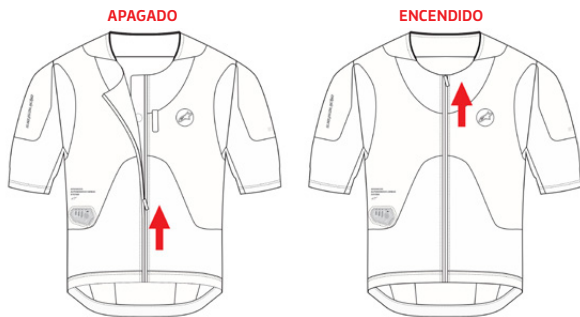

Figura 8: El Sistema se Enciende cuando la Cremallera de Activación (2) se Cierra
Para utilizar el Sistema, el Usuario simplemente debe ponerse el Sistema y cerrar la Cremallera de Activación (2) de abajo hacia arriba, como se muestra en la Figura 8. Un sensor interno detecta automáticamente que la Cremallera de Activación (2) ha sido cerrada y el Sistema se encenderá.